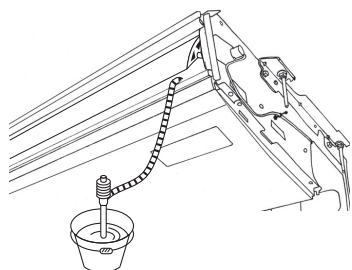

Fig. 5-3
1. Fäst rörmuffen ⑤ som medföljer enheten vid dräneringsöppningen på enheten med vinylkloridbaserat lim.
2. Fäst rörkåpan ⑥ som medföljer enheten på rörmuffen ⑤.
3. Fäst dräneringsröret (VP-20) vid rörmuffen ⑤ med vinylkloridbaserat lim.
4. Linda dräneringsrörsskyddet ⑦ som medföljer enheten (foglindning).
- Ⓒ Rörkåpa ⑥
- Ⓓ Rörmuff ⑤
- Ⓔ Dräneringsrörsskydd ⑦
5. Kontrollera efter korrekt dränering. (Fig. 5-3)